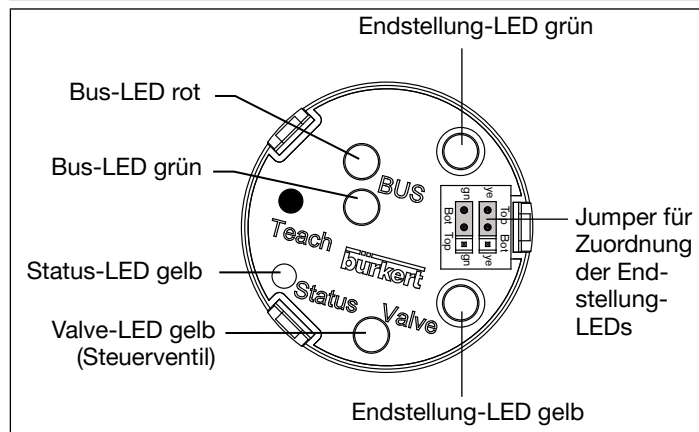

Bild 17: Anzeigeelemente AS-Interface
4) Farbeinstellung ab Werk. Kann über Jumper eingestellt werden (siehe „Bild 17“).